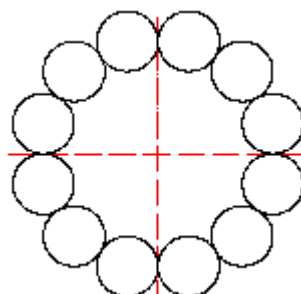

图 5-44 12 个相切的小圆
4. 将此小圆作环形阵列，中心选在点划线相交处，八个小圆相切作出，如图 5-44 所示。
推而广之，若是作几个小圆相切，和上面相似，只是把正八边形换成正几边形即可，如图 5-44 所示，12 个小圆相切。